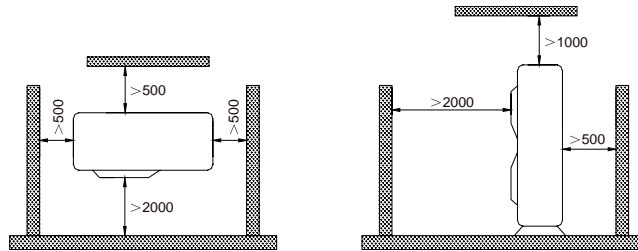

Abb.5
- 5) Der Einheitsinstallationsraum muss Abb. 5 entsprechen.